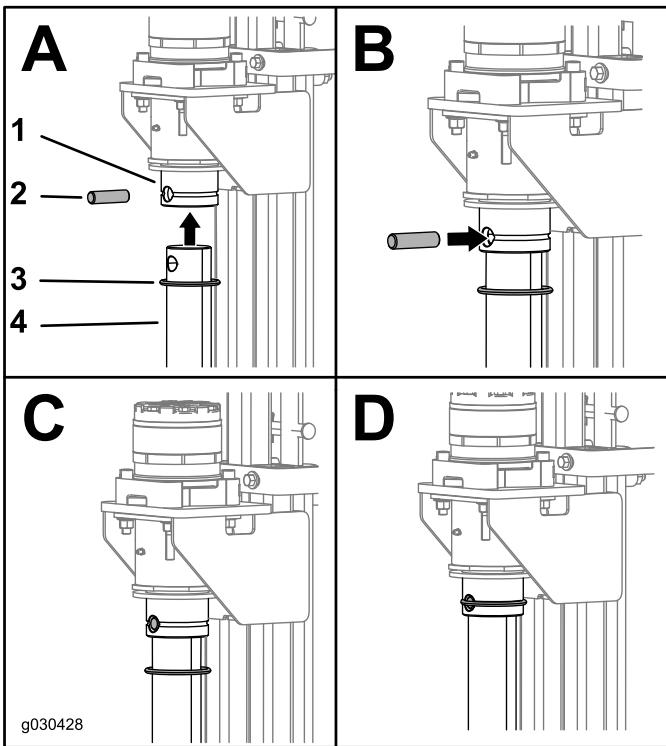

Figura 3
Instale as novas estacas alinhando o furo da estaca com o furo do acoplamento do motor, fixando-a com os anéis O-ring e pinos inclusos neste kit (Figura 3).
8. Instale as novas estacas alinhando o furo da estaca com o furo do acoplamento do motor, fixando-a com os anéis O-ring e pinos inclusos neste kit (Figura 3).